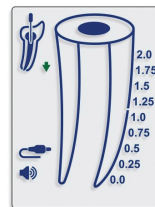
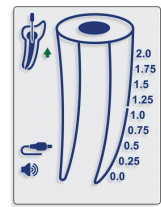

Fig. 5
Fig. 6
5.4.11. O movimento da lima dentro do canal é refletido pelas setas para baixo (DOWN) (Fig. 5) e para cima (UP) (Fig. 6) na tela.